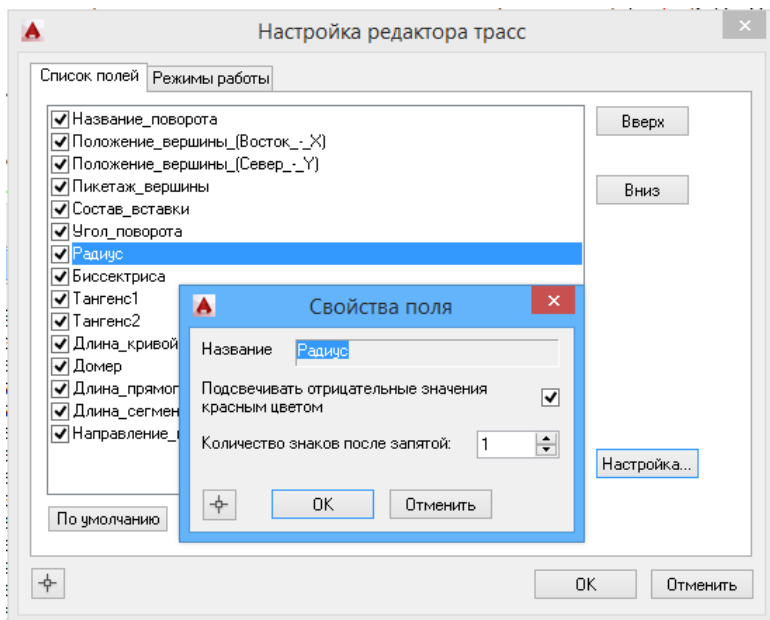

Рис. 44 Редактор трасс – настройки вывода параметров углов
- установить последовательность столбцов в таблице (см. рис. 44);